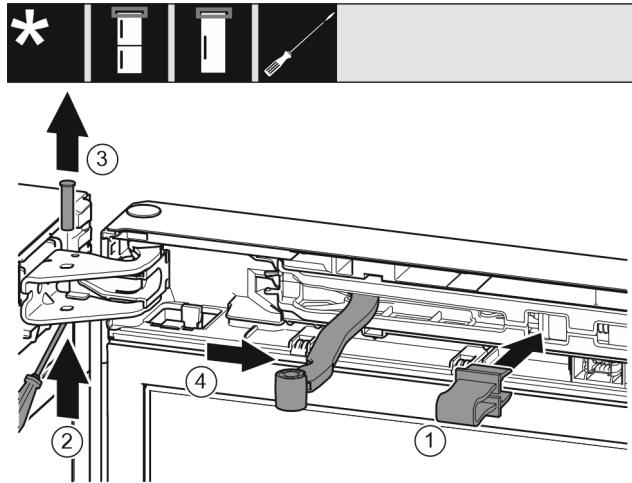

Fig. 9
- Зафиксируйте предохранитель в отверстии. Fig. 9 (1)
► Выкрутите палец при помощи отвертки. Fig. 9 (2)
► Извлеките палец движением вверх. Fig. 9 (3)
► Поверните шарнир в направлении двери. Fig. 9 (4)